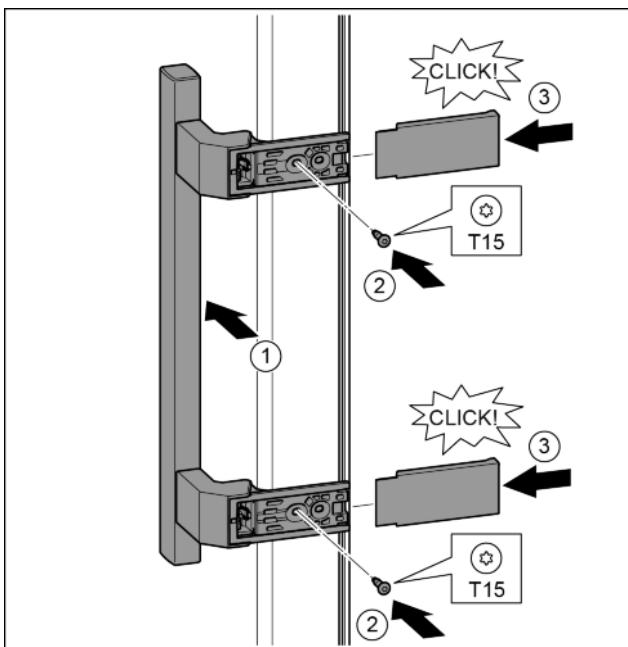

Fig. 20
- Piecieciet rokturi pretējā pusē. Fig. 20 (1)
- Ar skrūvgriezi T15 pieskrūvējiet skrūves. Fig. 20 (2)
- Sānos pieļieciet un uzsbīdējiet pārsegus. Fig. 20 (3)